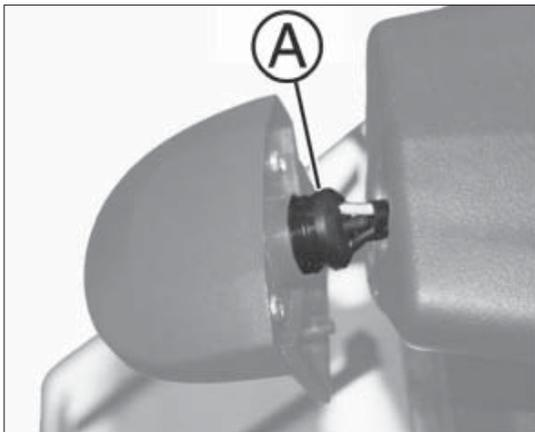

fig. 5
- extraiga todo el grupo lámpara-portalámpara A fig. 5 de la cubierta de plástico;
- introduzca el grupo lámpara-portalámpara A fig. 5 dentro de la cubierta de plástico;